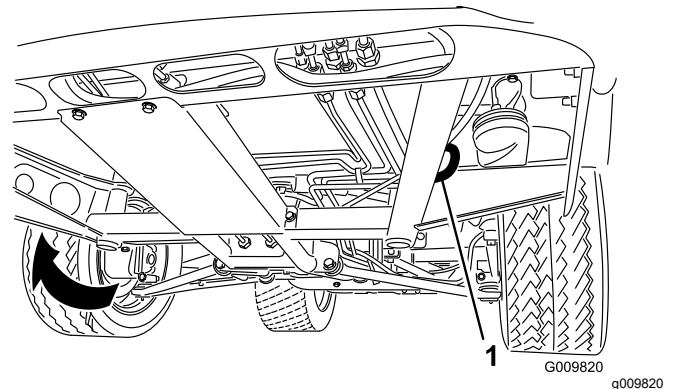
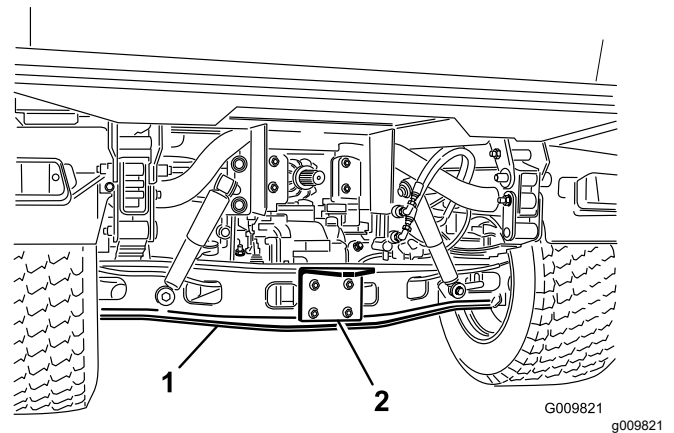

Figura 18
Figura 19
Consulte en la Figura 18 y Figura 19 la ubicación de los puntos de amarre de la máquina.
1. Conecte un cable de remolque al punto de remolque, en la parte delantera del bastidor de la máquina (Figura 18).